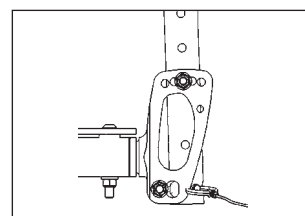

Figure 2
- Vérifiez que l'écart entre les pneus et les freins d'immobilisation est conforme aux valeurs spécifiées (Fig. 2). Pour régler, dévissez la vis (1) et réglez le bon intervalle. Resserrez la vis. (Référez-vous à la section sur la force de torsion).
2. Le trou dans le tube de dossier doit être aligné sur le trou de la pièce de fixation, de manière à régler l'angle de dossier (Figure 2).